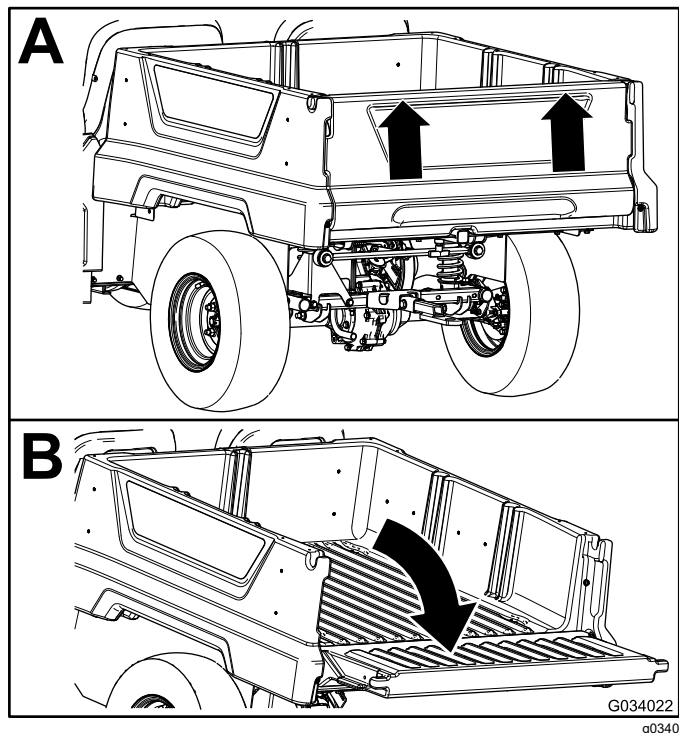

図 13
2. 両手でテールゲート上部の峰の部分をつかんでテールゲートを持ち上げる図 13。
3. 荷台と面一になるまで、テールゲートを下げる図 13。